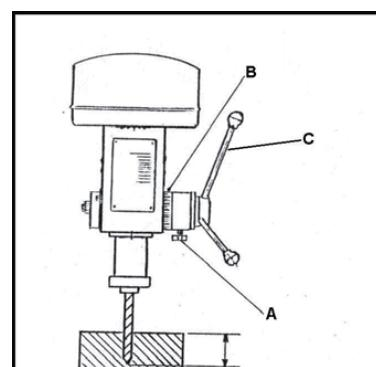

Figure 12
3. La protection de sécurité doit être dans une position correcte pendant le fonctionnement. Un petit commutateur permet d'effectuer le contrôle. Reportez-vous à la Figure 12